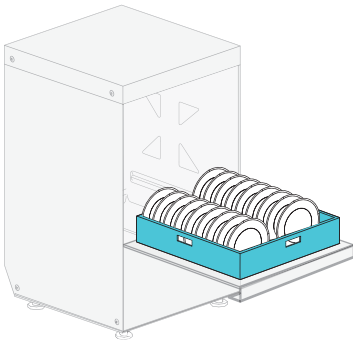

Abb. 12
- Mit leerem Tank, kontrollieren Sie und, wenn nötig, ergänzen Sie den Salzbehälter und achten Sie darauf, dass es nicht im Becken verstreut wird. Eine starke Salzkonzentration kann den ordnungsgemäßen Betrieb und die Lebensdauer der Maschine beeinträchtigen. Füllen Sie den im Beckeninneren befindlichen Behälter (siehe Abb. 12) mit grobkörnigem Regeneriersalz (Körner von 1 – 2 mm – die maximale Kapazität des Regeneriersalzbehälters ist 500gr).